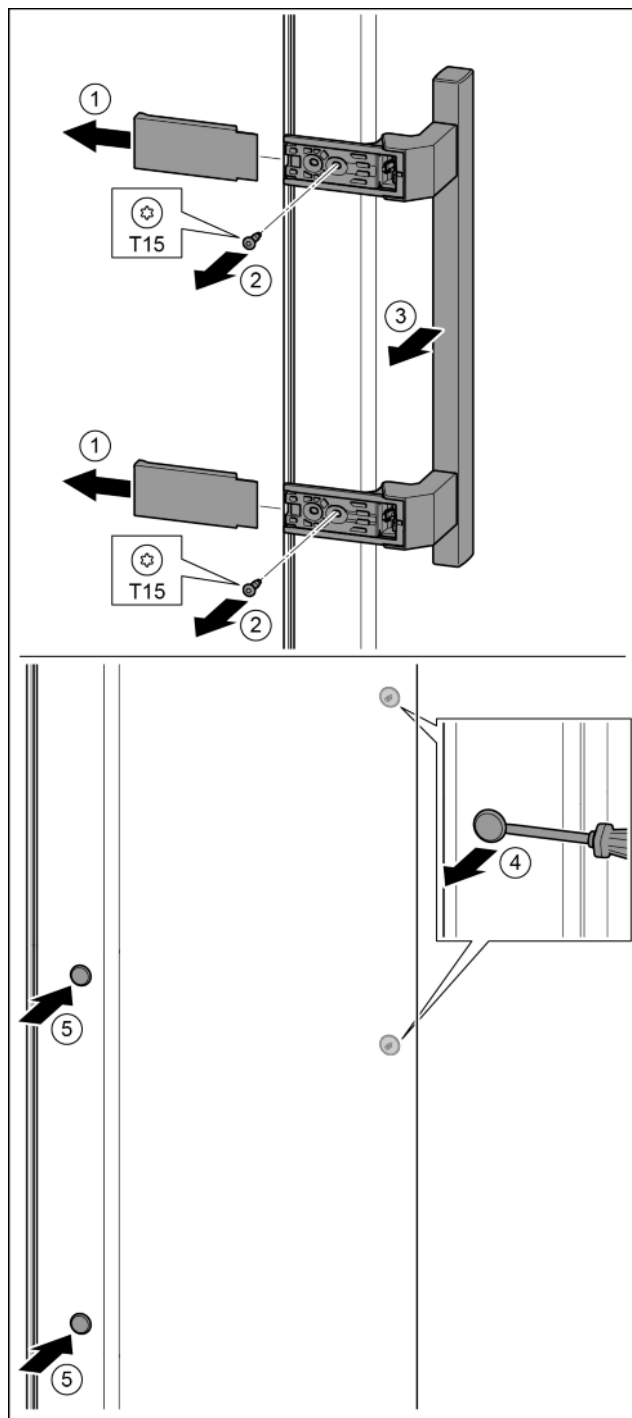

Fig. 16
- Снять крышку. Fig. 16 (1)
- Выкрутить винты отверткой T15. Fig. 16 (2)
- Снять ручку. Fig. 16 (3)
- Осторожно приподнять шлицевой отверткой боковых заглушки и вынуть их. Fig. 16 (4)
- Заглушки снова вставить с другой стороны. Fig. 16 (5)